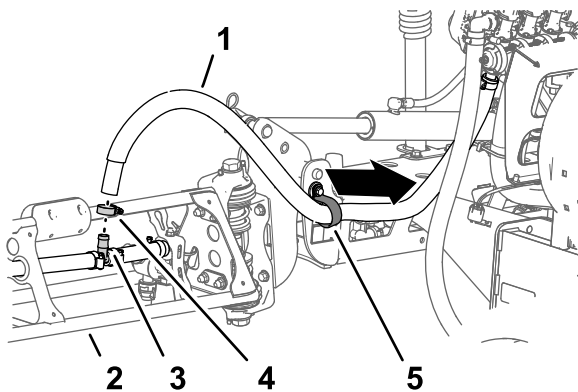

Figura 35
2. Retire la manguera del acoplamiento en T (Figura 35).
3. Retire el extremo libre de la manguera de la abrazadera en R (Figura 35).
1. En la sección de fumigación exterior, retire la abrazadera que sujeta la manguera de la sección de fumigación al acoplamiento en T dentado (Figura 35).